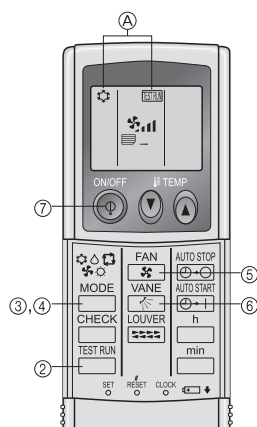

Fig. 7-7
7.2.2. Использование беспроводного пульта дистанционного управления (Fig. 7-7)
- ① Включите питание блока по крайней мере за 12 часов до начала испытаний.
- ② Дважды нажмите кнопку [TEST RUN].